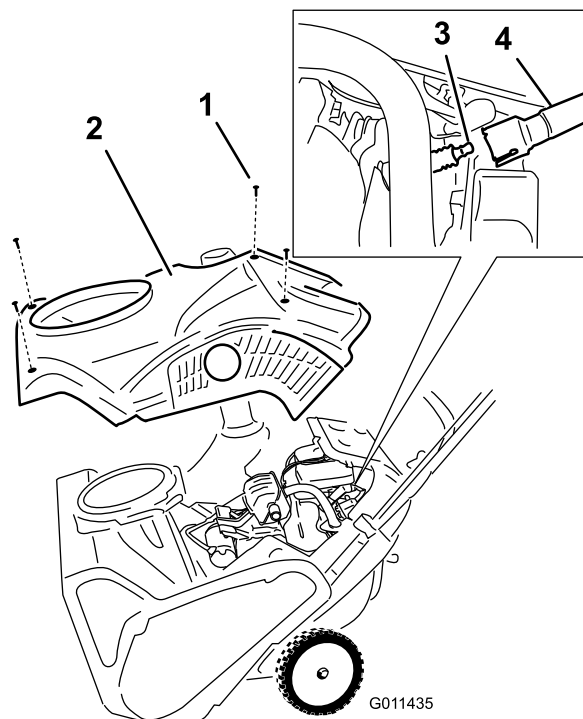

图26
4. 拧下固定保护罩的 4 个螺丝 图26。
6. 取下保护罩 图26。